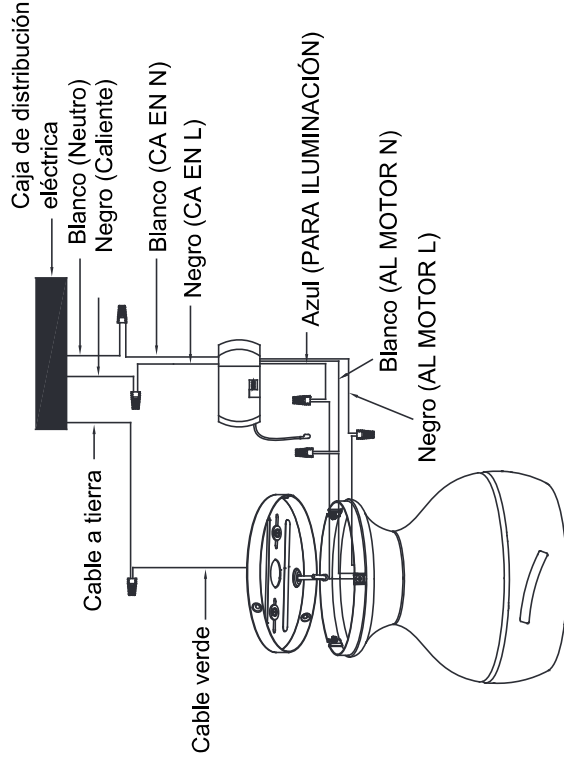

Fig. 10
Paso 1. Conexiones eléctricas del motor al receptor: Conecte el cable negro del ventilador al cable negro marcado como "TO MOTOR L" (AL MOTOR L) del receptor. Conecte el cable blanco del ventilador al cable blanco marcado como "TO MOTOR N" (AL MOTOR N) del receptor. Conecte el cable azul del ventilador al cable azul marcado como "FOR LIGHT" (PARA ILUMINACIÓN) del receptor. Asegure las conexiones de cables con las tuercas plásticas para cable proporcionadas (**Fig. 10**).
Paso 2. Conexiones eléctricas del receptor a los cables de alimentación del hogar: Conecte el cable negro (caliente) del cielorraso al cable negro marcado como "AC in L" (CA en L) del receptor. Conecte el cable blanco (neutro) del cielorraso con el cable blanco marcado como "AC in N" (CA en N) del receptor. Asegure las conexiones de cables con las tuercas plásticas para cable proporcionadas (**Fig. 10**).
Paso 3. Si su caja de distribución tiene un cable de puesta a tierra (verde o cobre sin recubrimiento), conéctelo a los cables de puesta a tierra del ventilador. Asegure la conexión eléctrica con una tuerca de plástica para cable proporcionada. Coloque el receptor en la caja del motor. Después de haber conectado los cables, sepárelos de manera que el cable verde y el cable blanco queden de un costado de la caja de distribución y el cable azul y el cable negro queden del otro costado (**Fig. 10**).